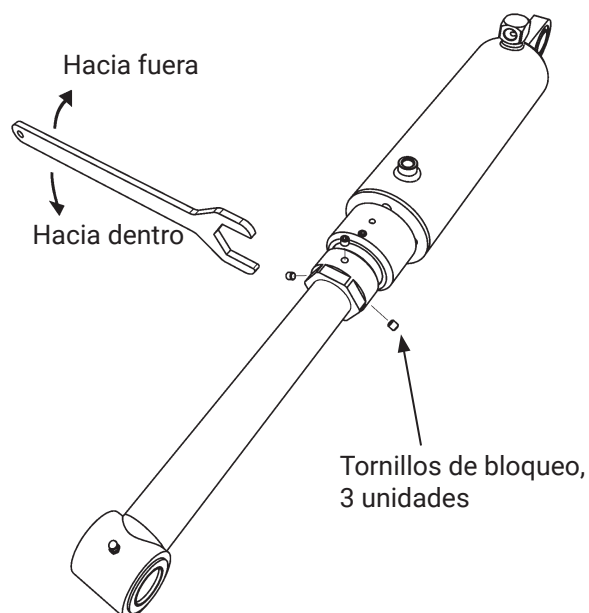

Imagen 30. Ajuste del ángulo de basculamiento
5. Aflojar los tres tornillos de bloqueo del segundo cilindro de basculamiento. Imagen 30.
6. Girar la llave de ajuste de modo que el cilindro del brazo segundo coincida con la sujeción de la plataforma. Véase Imagen 30 .